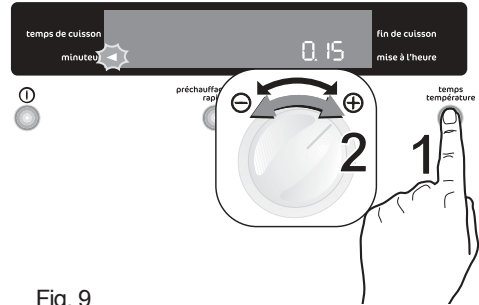

Fig. 9
1. Appuyez sur la touche "Temps" pour sélectionner la fonction "Minuteur" (Fig. 9). Le voyant "minuteur" clignote et «0.00» s'affiche.